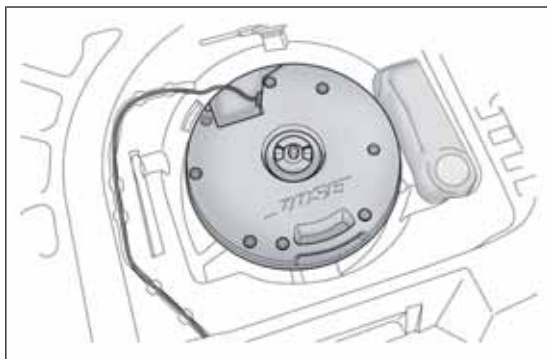

РИС. 125
- возьмите комплект “Kit Fix&Go Automatic”, находящийся с левой стороны багажника (РИС. 125);